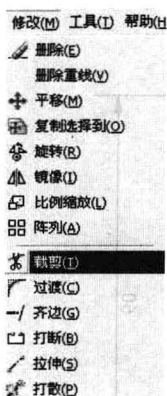
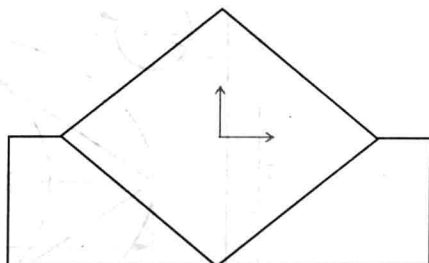

图 2-34 【修剪】命令
图 2-36 编辑曲线
(4) 单击【修改】→【裁剪】命令，在【立即】菜单中修改参数，编辑图形，如图 2-34～图 2-36 所示。